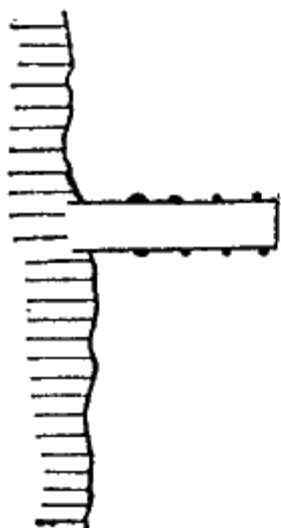

Рис. 224. Причальный мост или берег являются препятствиями на курсе. Черная яхта может окриком потребовать у белой места для поворота
5. Если две яхты, идущие курсом бейдевинд, с одинаково стоящими парусами приближаются к препятствию на фарватере, причем яхта с подветренной стороны не может пройти его, не изменив курса, а это в свою очередь приведет к столкновению с яхтой, идущей с наветренной стороны, то тогда из соображений безопасности яхтсмены могут окриком требовать места для поворота (рис. 224). Яхта, идущая с наветренной стороны, должна дать яхте место с подветренной стороны для поворота оверштаг. Если препятствием является знак на дистанции, который наветренная яхта может обогнуть не сворачивая, то подветренная яхта не может воспользоваться этим правом (правило 32 МППС)* (рис. 225).